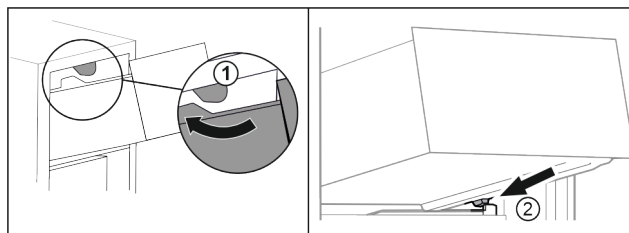

Fig. 88
- Vedte zásuvku podél horních zářezek. Fig. 88 (1)
- Nasaďte zásuvku šikmo za dolní zářezky na žebrování na nádoby. Fig. 88 (2)